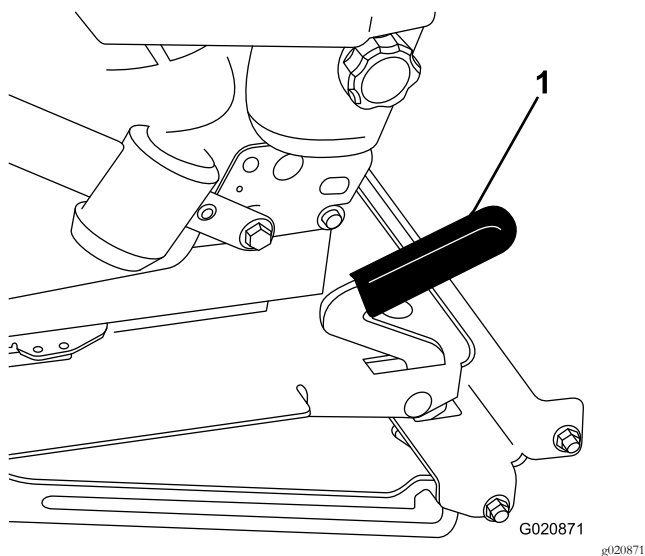

図 33
- ラッチを前方に引いて持ち上げるとラッチが外れる 図 33。